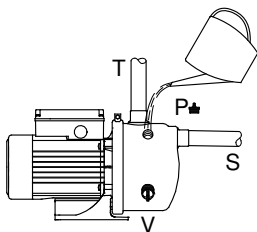

Fig. 5 Umplerea pompei cu apă
Înlocuiți fișa (V), vezi fig. 5, și fixați valva ejector în gaură.
1. Scoateți fișa (P). Vezi fig. 5.